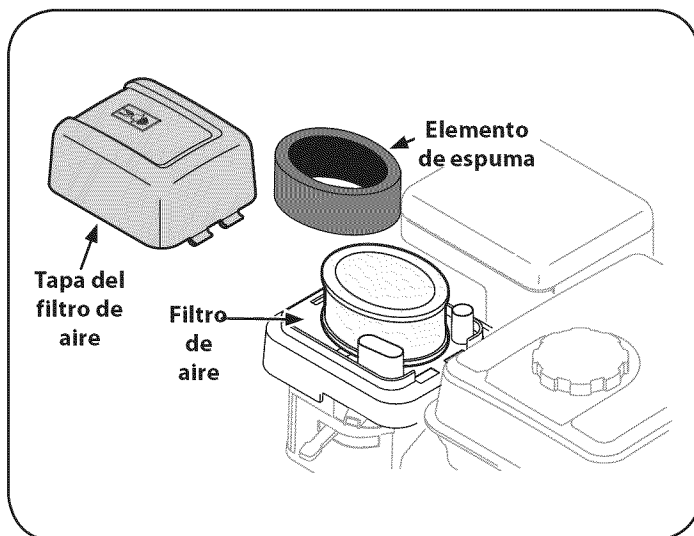

Figura 25
1. Oprima la pestaña de la tapa del filtro de aire, levante la tapa y retire el filtro. Vea la Figura 25.